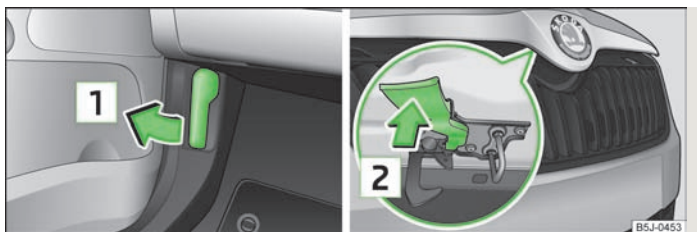

Abb. 113 Entriegelungshebel für Motorraumklappe / Kühlergrill: Entriegelungshebel
- Am Entriegelungshebel unterhalb der Schalttafel **1** ziehen » Abb. 113.
- Den Entriegelungshebel in Pfeilrichtung **2** drücken » Abb. 113, die Motorraumklappe wird entriegelt.